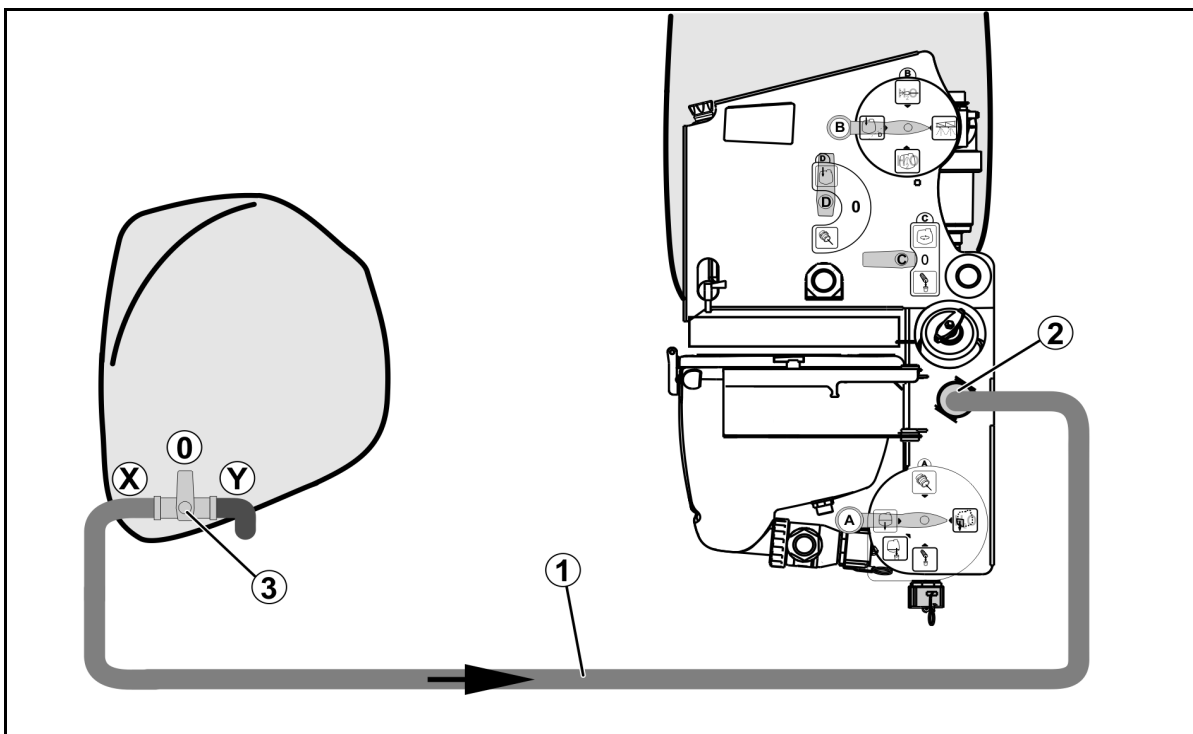

Fig. 14
5. Bringen Sie am Bedienfeld die Schalthähne in die angegebene Position (Fig. 14):